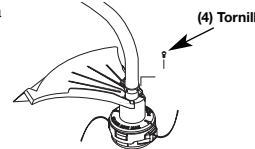

Fig. 2
2. Empuje el protector accesario de corte hacia abajo hasta la parte superior del ensamble del accesorio de corte y luego gire el protector accesario de corte hasta que los orificios de los tornillos se alinean y la protección calza en la cavidad cóncava (Fig. 2).
3. Instale los tornillos con un destornillador Phillips (Fig. 2).